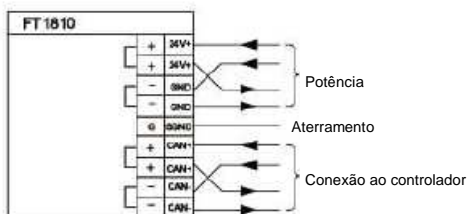

Fig.4.6.2 Conexão
5. Conecte os cabos ao terminal de acordo com o diagrama conexão (Fig.4.6.2). O equipamento de terminal do CAN-bus precisa ser conectado paralelamente com uma resistência de 120Ω, que pode ser feito através de um jumper no FT1810.